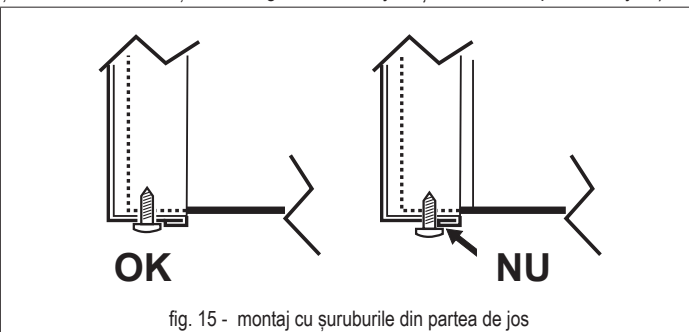

fig. 15 - montaj cu șuruburile din partea de jos
3. Efectuați operațiunile în ordine inversă, pentru a monta la loc panoul anterior. Asigurați-vă că panoul este corect prins de panoul superior și că se sprijină complet pe panourile laterale. Capul șurubului „A”, după ce a fost strâns, trebuie să fie poziționat conform indicațiilor din „fig. 15 - montaj cu șuruburile din partea de jos”).